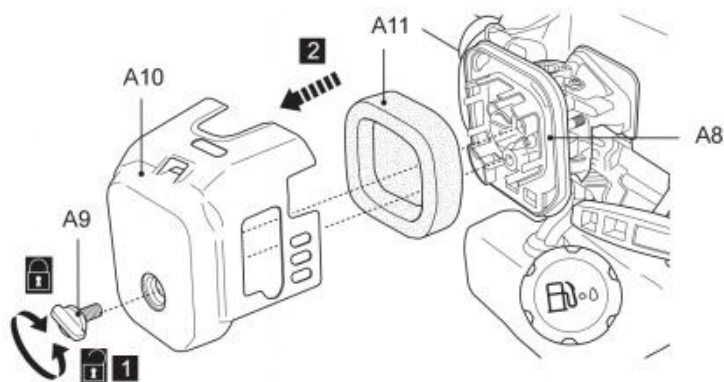

Fig. 77
1. Controleer het luchtfilter regelmatig. Vervang het indien nodig door een nieuw filter (Afb. 77).